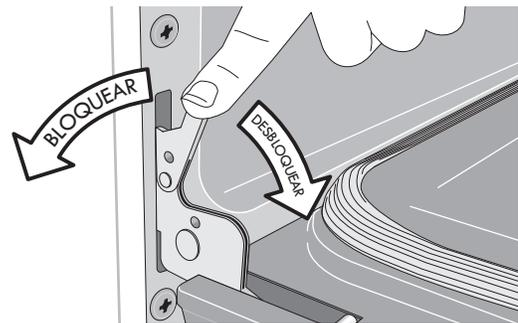

Figura 17: seguros de las bisagras de la puerta
2. Tire de los seguros de ambas bisagras (izquierda y derecha) hacia abajo desde el marco del horno completamente hacia la puerta del horno (vea la figura 17). Es posible que necesite una herramienta como un destornillador pequeño de cabeza plana.
4. Empuje los seguros de las bisagras izquierda y derecha hacia arriba y hacia el interior del marco del horno hasta su posición bloqueada (vea la figura 17).